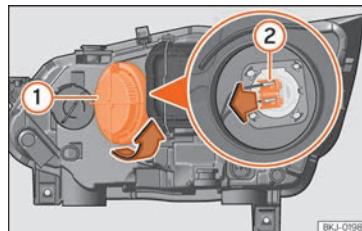

Abb. 51 Im Motorraum: Glühlampe Fernlicht.
- Drehen Sie die Abdeckung **1** nach links und nehmen Sie sie heraus »» **Abb. 51**.